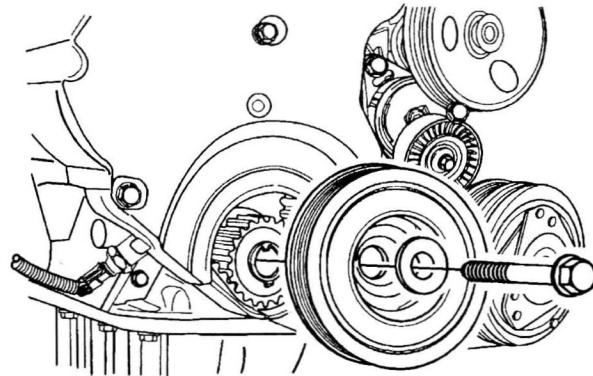

图 1-3-3 拆卸曲轴皮带轮螺栓和曲轴皮带轮
10. 拆卸曲轴皮带轮螺栓（图 1-3-3）。
11. 拆卸曲轴皮带轮（图 1-3-3）。